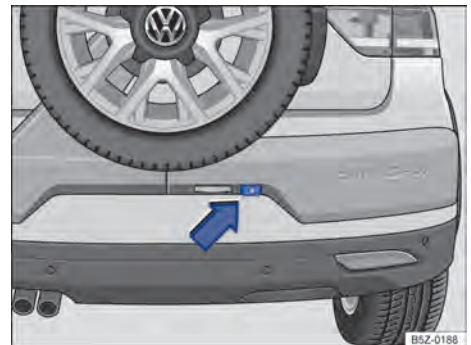

Fig. 108 No para-choque traseiro: local de instalação do assistente de condução em marcha a ré.
- ✓ Uma imagem confiável e clara, por exemplo, condições de visibilidade boas e uma lente limpa → Fig. 108.
A câmera de marcha a ré → Fig. 108 (lupa) somente fornece imagens bidimensionais. As reentrâncias, bem como os objetos salientes no solo ▶
Manter a lente da câmera → Fig. 108 limpa, sem neve e sem gelo: